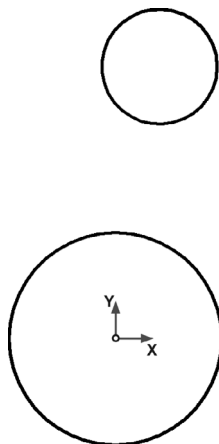

Рис. 66.22.
3. Постройте окружность произвольного радиуса с центром в точке начала координат. Несколько выше первой постройте вторую окружность произвольного радиуса и положения (рис. 66.22).